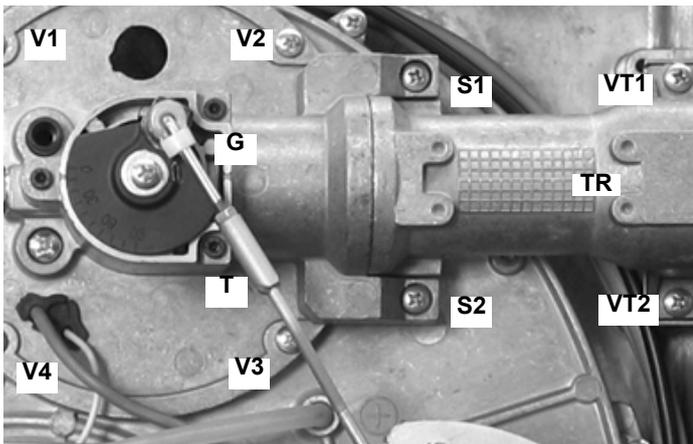
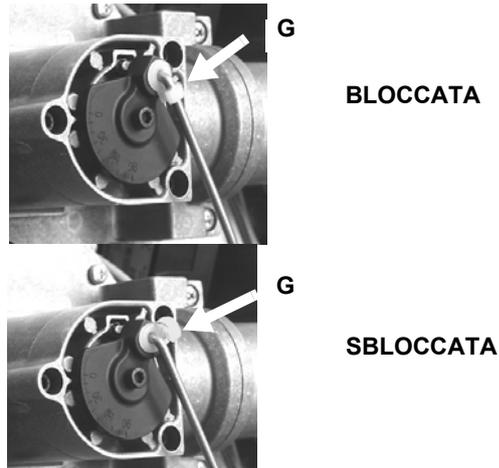

Fig. 57
Fig. 58
- Smontaggio esame e pulizia testa di combustione (vedi Fig. 57 e successive).
- 1 Sbloccare, tramite il gancio in plastica **G**, il tirante **T** (Fig. 57 - Fig. 58) di regolazione della farfalla gas ed estrarlo dalla sua sede tirando verso l'esterno.
- 2 Rimuovere le 4 viti **V1**, **V2**, **V3**, **V4** e la coppia di viti **S1** e **S2** (Fig. 57).